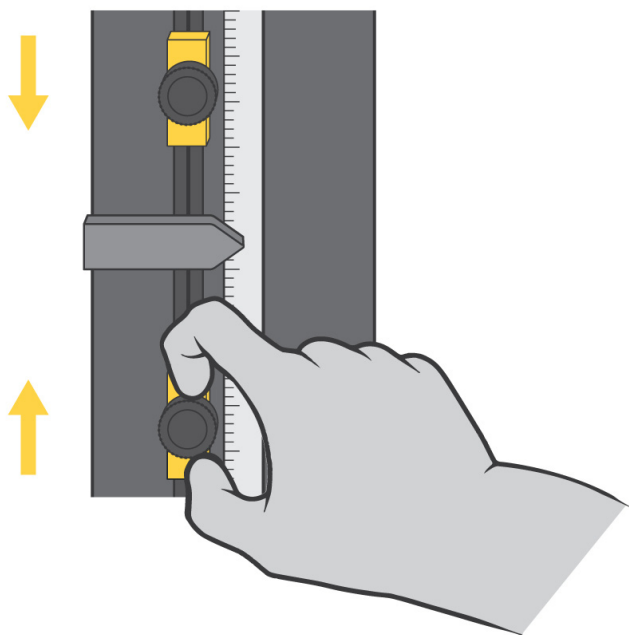

Figura 20. Impostazione degli arresti di fine corsa
Gli arresti di fine corsa della traversa sono due blocchi regolabili montati su un'asta degli interruttori di fine corsa che si trova all'interno della colonna della macchina, come mostrato nella Figura 20 a pagina 118. Gli arresti di fine corsa (1 e 2) hanno viti a testa zigrinata che è possibile serrare e rilasciare a mano e che possono essere spostate in qualsiasi posizione sull'asta del fine corsa. Posizionare questi arresti appena oltre i parametri della prova per impedire che la traversa si sposti eccessivamente. Quando la traversa raggiunge la corsa massima preimpostata, l'attuatore del fine corsa (3) viene a contatto con uno di questi arresti. Il contatto tra l'attuatore del limite e il fine corsa sposta l'asta del fine corsa (4) e attiva gli interruttori di limite. In questo modo viene interrotto lo spostamento della traversa.